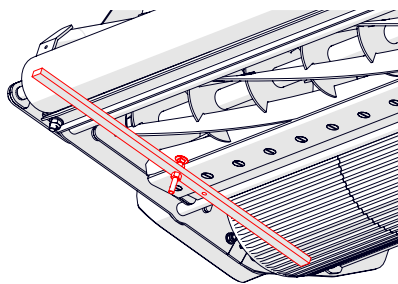

Fig. 9F - Répéter le processus de l'autre côté
8. Répétez l'étape 7 pour la deuxième position de l'autre côté de la cassette (Fig. 9F).